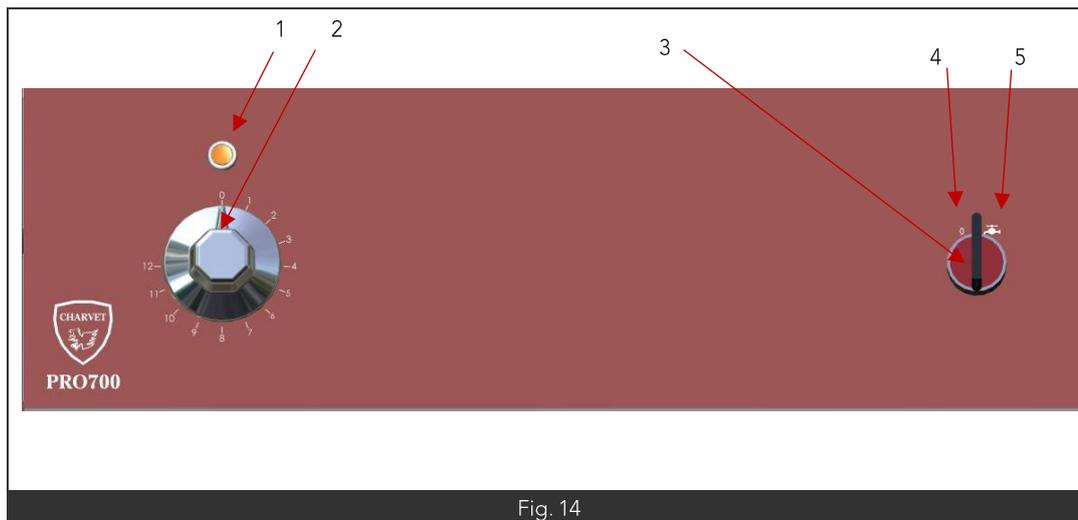

Fig. 14
- Sélectionner la température en agissant sur la manette du thermostat (Fig14 Rep2), le voyant orange s'allume (Fig14 Rep1)
- Pour faire circuler l'eau dans la gorge périphérique, tourner le commutateur sur la position Fig14 Rep3.
- Pour arrêter le ruissellement tourner le commutateur sur la position Fig14 Rep4.